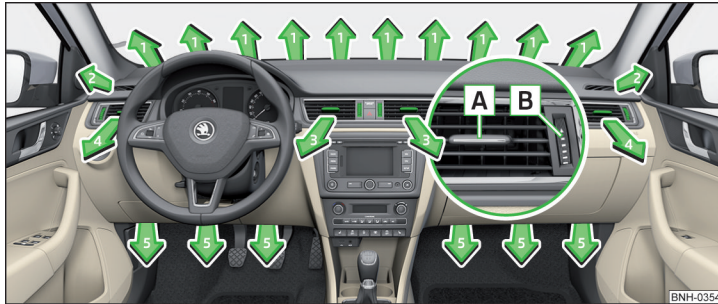

Abb. 101 Luftaustrittsdüsen
Bei den Luftaustrittsdüsen **3** und **4** » Abb. 101 kann die Luftströmungsrichtung geändert und die Düsen können auch einzeln geöffnet und geschlossen werden.
- Die waagerechten Lamellen mithilfe des verschiebbaren Verstellelements **A** » Abb. 101 nach oben oder unten drehen, um die Höhe der Luftströmung zu ändern.
- Den Regler **B** » Abb. 101 nach oben drehen.
- Den Regler **B** » Abb. 101 nach unten drehen.
Richtung des Luftaustritts einstellen	Aktive Luftaustrittsdüsen » Abb. 101